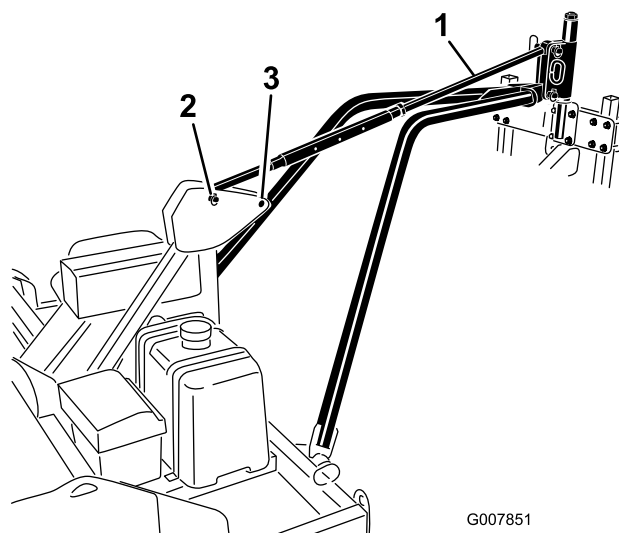

图14
5. 将牵引臂挂接板上的孔与打孔机挂接枢轴上的下孔对齐图14。
8. 用挂钩销和保险销将俯仰控制连杆固定到打孔机挂接枢轴的上孔和机架挂接枢轴图14。